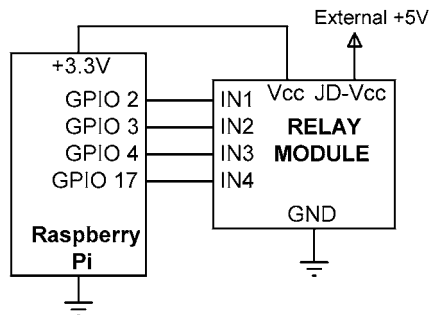

Figure 19.7 Schéma du projet
Schéma de circuit : Le schéma du projet est présenté à la figure 19.7. Les entrées IN1, IN2, IN3 et IN4 de la carte relais sont connectées aux broches GPIO Raspberry Pi 2, 3, 4 et 17 respectivement. De plus, les broches GND et +3.3V de la carte de développement sont connectées aux broches GND et VCC de la carte relais. Vous devez vous assurer que le cavalier JD est retiré de la carte. Brancher une alimentation externe +5 V sur la broche JD-VCC de la carte relais.
- Connecter le module relais au Raspberry Pi comme indiqué sur la figure 19.7.